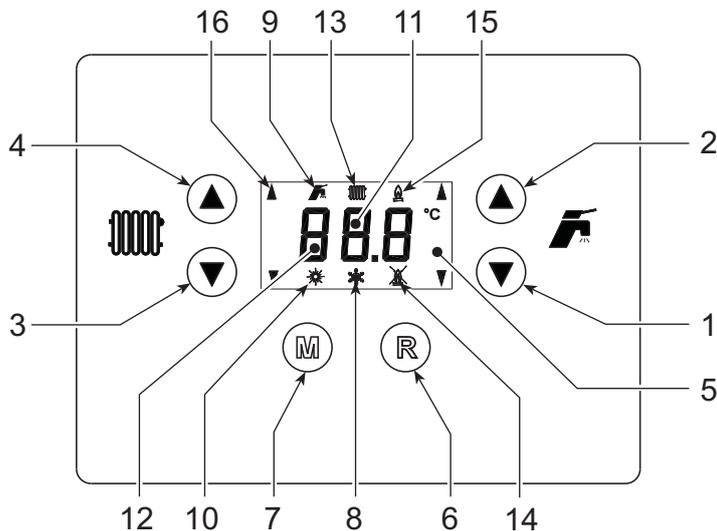
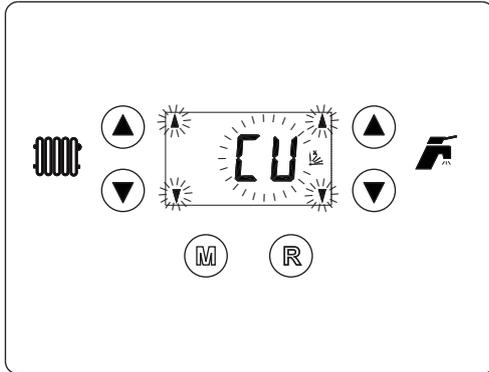
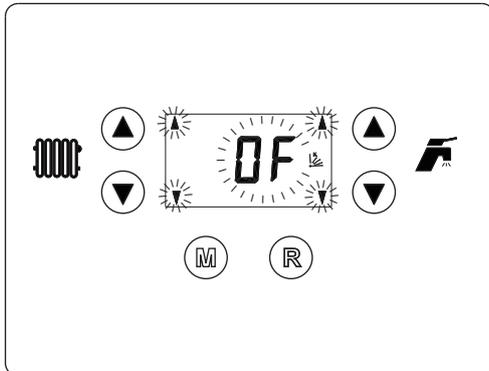
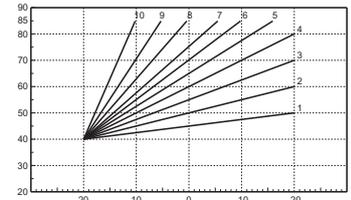

fig. 1 - Panoul de control
fig. 11 - Curba de compensare
fig. 12 - Deplasarea paralelă a curbelor
fig. 14 - Exemplet de deplasare paralelă a curbelor de compensare
Cererea de încălzire (generată de Termostatul de cameră sau de Cronocomanda la distanță) e indicată de activarea caloriferului (det. 13 - fig. 1).
Cererea de încălzire a boilerului e indicată de activarea robinetului (det. 9 - fig. 1).
Când încălzirea boilerului e activată (setarea implicită), pe afișaj e activ simbolul "comfort" (det. 12 - fig. 1). Boilerul poate fi activat/dezactivat de către utilizator din meniul de selectare.
Apăsăți tasta **(M)** (det. 7 - fig. 1). Pe afișaj apare selecția curentă, care poate fi modificată cu ajutorul tastelor pentru apă caldă menajeră (det. 1 și 2 - fig. 1): setați ECO (Economy) sau CON (Comfort) și confirmați apăsând pe tasta **(M)** (det. 7 - fig. 1).
Apăsați pe tasta **(M)** (det. 7 - fig. 1) timp de 5 secunde.
Pentru a porni din nou centrala, apăsați din nou pe tasta **(M)** (det. 7 fig. 1) timp de 5 secunde.
Apăsați pe tasta **(R)** (det. 6 - fig. 1) timp de 1 secundă.
Pe afișaj se activează simbolul Vară (det. 10 - fig. 1): centrala va prepara numai apă caldă menajeră. Rămâne activ sistemul antiîngheț.
Pentru a dezactiva modul Vară, apăsați din nou pe tasta **(R)** (det. 6 - fig. 1) timp de 1 secundă.
Cu ajutorul butoanelor pentru încălzire (det. 3 și 4 - fig. 1) modificați temperatura de la un minim de 30°C la un maxim de 85°C; oricum, se recomandă ca centrala să nu funcționeze la valori de temperatură mai mici de 45 °C.
Cu ajutorul butoanelor pentru apă caldă menajeră (det. 1 și 2 - fig. 1) modificați temperatura de la un minim de 10°C la un maxim de 65°C.
Cu reglarea Temperatură Variabilă, temperatura setată cu ajutorul tastelor încălzire (det. 3 și 4 - fig. 1) devine temperatura maximă din turul instalației. Se recomandă să se regleze la valoarea maximă pentru a permite sistemului să regleze total intervalul util de funcționare.
Apăsând pe tasta **(R)** (det. 6 - fig. 1) timp de 5 secunde se accesează meniul "Temperatură variabilă"; este vizualizat mesajul "CU" care clipește intermitent (fig. 11).
Cu ajutorul tastelor pentru apă caldă menajeră (det. 1 și 2 - fig. 1) modificați curba dorită de la 1 la 10 în funcție de caracteristică (fig. 13). Reglând curba la 0, reglarea Temperatură Variabilă este dezactivată.
Apăsând pe tastele pentru încălzire (det. 3 și 4 - fig. 1) se ajunge la deplasarea paralelă a curbelor; este vizualizat mesajul "OF" care clipește intermitent (fig. 12). Cu ajutorul tastelor pentru apă caldă menajeră (det. 1 și 2 - fig. 1) reglați deplasarea paralelă a curbelor în funcție de caracteristică (fig. 14).
Apăsând din nou pe tasta **(R)** (det. 6 - fig. 1) timp de 5 secunde se iese din meniul "Temperatură variabilă".
Selectarea ECO/COMFORT	Dezactivând circuitul de apă caldă menajeră din meniul Cronocomenzii la distanță, centrala selectează modul Economy. În această situație, tasta (M) (det. 7 - fig. 1) de pe panoul centralei e dezactivată. Activând circuitul de apă caldă menajeră din meniul Cronocomenzii la distanță, centrala selectează modul Comfort. În această situație, cu tasta (M) (det. 7 - fig. 1) de pe panoul centralei se poate selecta unul dintre cele două moduri.